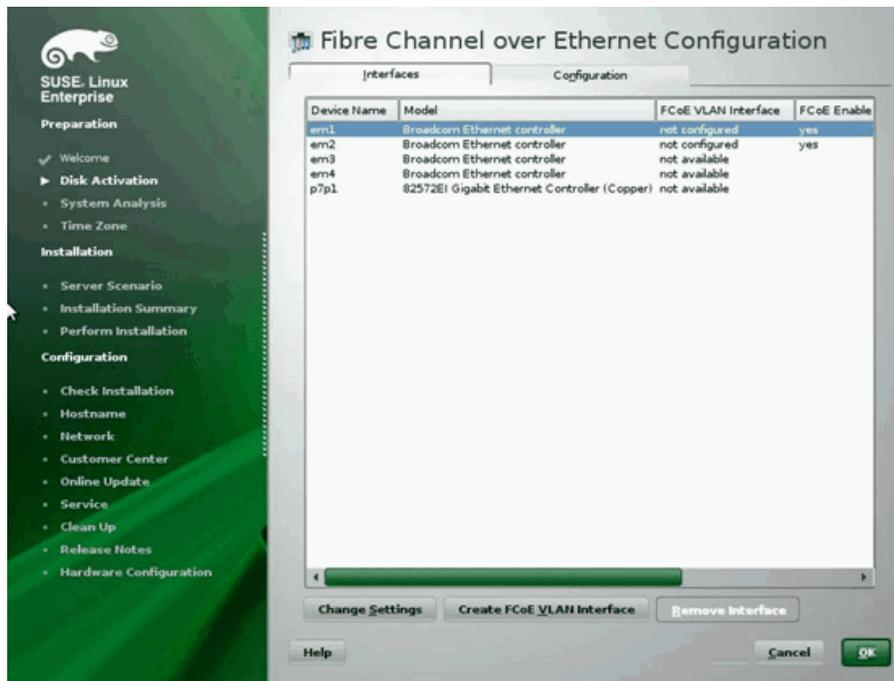

Ilustración 14-18. Activación de FCoE
5. Asegúrese de que **FCoE Enable** (Activar FCoE) esté fijado en **yes** (sí) en los puertos de iniciador 10 GbE QLogic que desee utilizar como rutas de inicio de SAN (Ilustración 14-18).